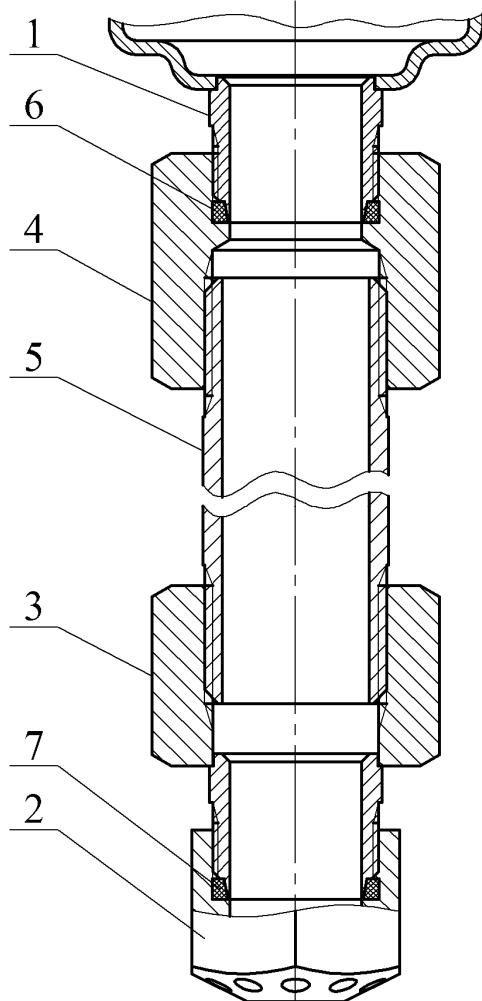

Рисунок 3
ж) по заявке Потребителя (см. рисунок 3):
4.1.3 Для вывода насадка-распылителя в свободную зону через подвесной потолок типа Грильято, Армстронг и т.п. или его перемещения в рабочую зону эффективного пожаротушения при монтаже МУПТВ на потолочном перекрытии высотой более 6 м модуль может быть дополнительно укомплектован удлинителем, соединяющим выпускную горловину МУПТВ 1 с насадком-распылителем 2 (см. рисунок 3).
6.7 При монтаже насадка-распылителя через удлинитель (см. рисунок 3) провести следующие работы. Собрать удлинитель согласно рисунку 3. Перед сборкой на наружные резьбы трубы **5** нанести герметик, например, TEKASIL NEUTRAL PROFI, после чего накрутить до упора переходники **3**, **4**. В зарезьбовые участки отверстий насадка-распылителя **2** и переходника **4** установить резиновые кольца **6**, **7**. На наружную резьбу переходника **3** накрутить до упора насадок-распылитель **2**. Соединить удлинитель через резьбовое соединение с выпускной горловиной МУПТВ **1**. При монтаже необходимо обеспечить перпендикулярное направление оси удлинителя относительно горизонтальной плоскости.
При наличии удлинителя (см. рисунок 3) дополнительно: